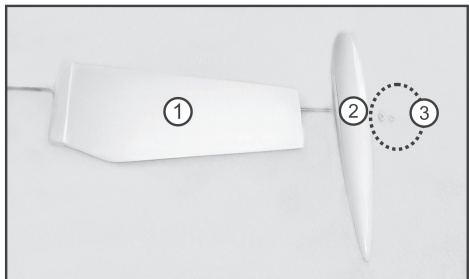

Bild 2a
In Bild 2a sehen Sie den Kiel (1) und den Ballast (2) und eine Beilagscheibe nebst M3-Mutter für die Befestigung des Ballast-Kiels (3).